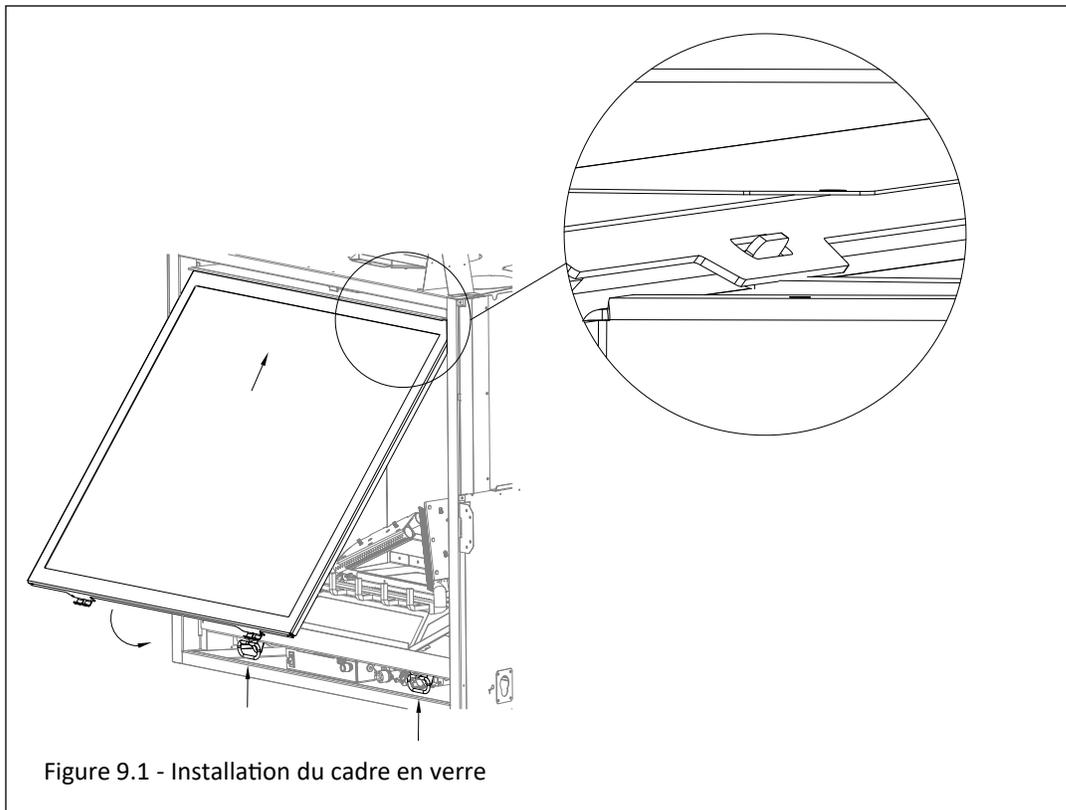

Figure 9.1 - Installation du cadre en verre
1. Inclinez le haut de l'assemblage du cadre en verre comme illustré à la Figure 9.1. Aligned les fentes situées sur le dessus de l'assemblage de verre sur les languettes au-dessus du foyer tout en abaissant le bas de l'assemblage de verre en position.